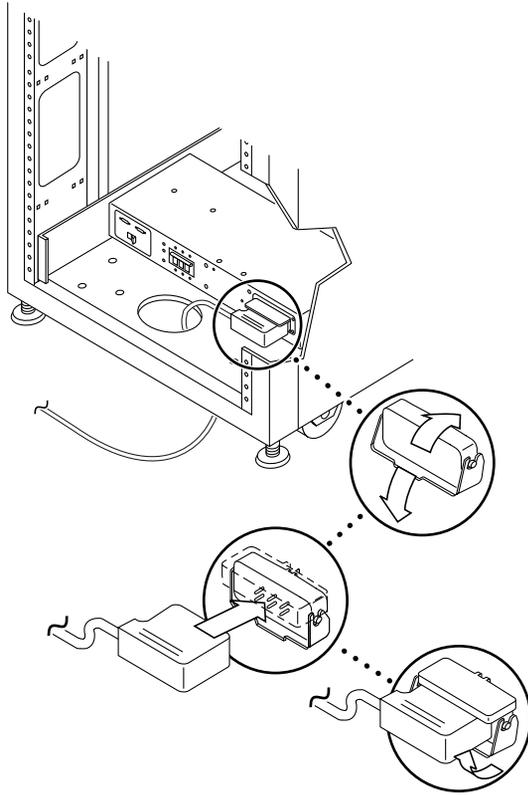

图 2-14 连接电源线
4. 将各根电源线连接到前、后电源序列发生器（图 2-14）：